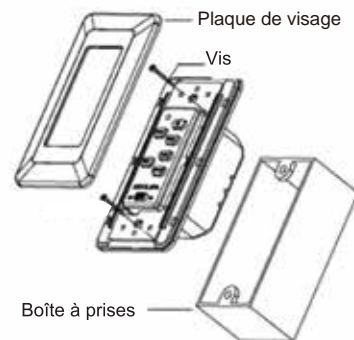

Fig. 32
Étape 1. Retirez la plaque murale existante et changez de la boîte de sortie murale. (Fig. 32)